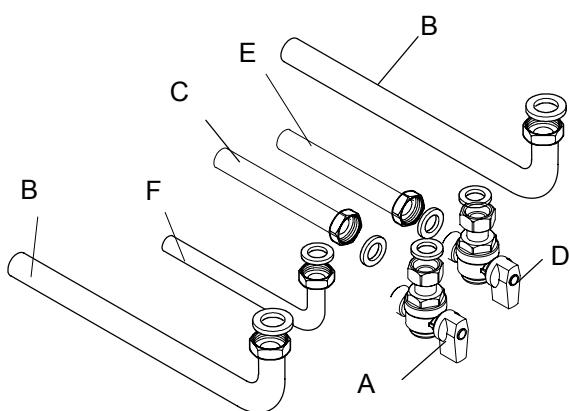

Fig. 5.3
- 4 Fix the gas cock A ($\frac{3}{4}$ ") to the boiler using the $\frac{3}{4}$ " gasket (Fig. 5.3)
- 4 Присоедините газовый кран А (3/4") к котлу, используя прокладку на 3/4" (рис. 5.3)